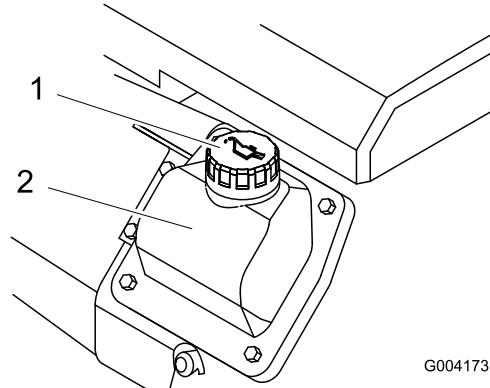

Figure 10
- Si le niveau est bas, nettoyez la surface autour du bouchon de remplissage et enlevez le bouchon (Figure 10).